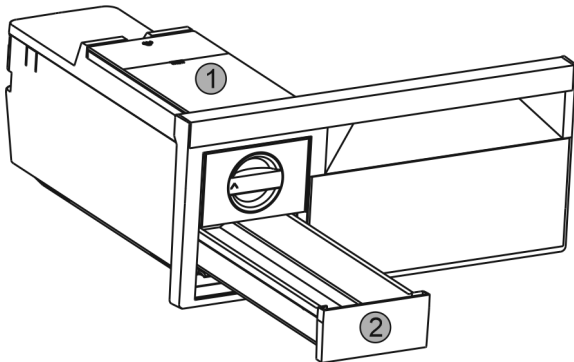

Fig. 38
- ▶ Wassertank Fig. 38 (1) und Eiswürfel-Schubfach Fig. 38 (2) entnehmen.